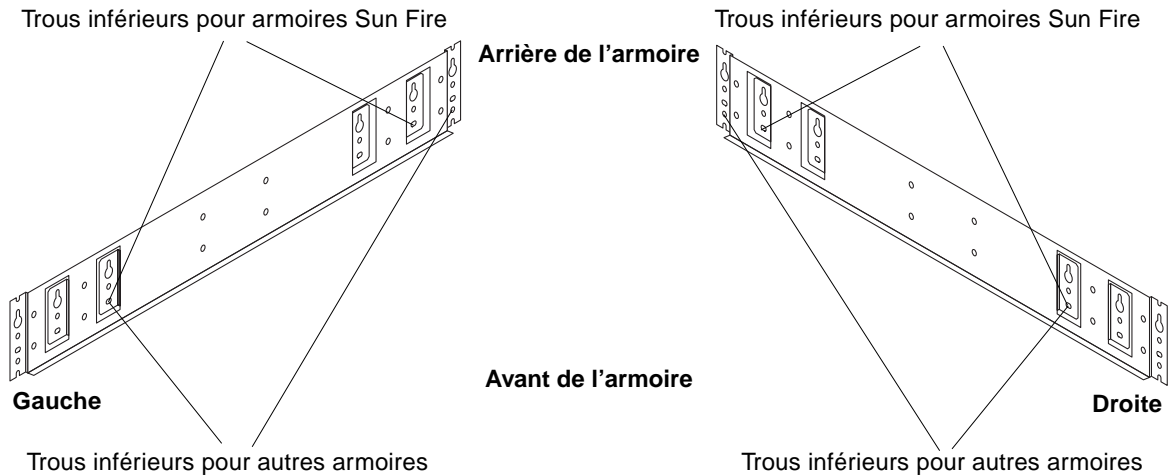

FIGURE 5 Trous inférieurs de fixation du support de montage à l'armoire
Introduisez les vis dans le support de montage comme indiqué sur la FIGURE 5. Introduisez les vis à travers les trous spécifiés des supports de montage dans les trous spécifiés des rails (utilisez le numéro le plus bas indiqué dans la colonne "De supports de montage à armoire").
- 5. Dans l'exemple de l'armoire d'extension Sun StorEdge, vous devez introduire une vis à travers chaque support de montage des deux côtés de l'armoire en utilisant les trous inférieurs indiqués par "Trous inférieurs pour autres armoires" sur la FIGURE 5. Les vis doivent traverser les supports et être introduites dans les trous numéro 8 des rails.**